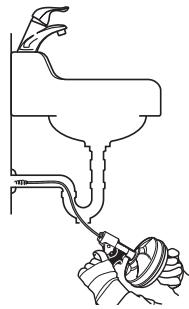

Figure 2
- En dévissant le bouchon de dégorgement ou en retirant le siphon (Figure 2).